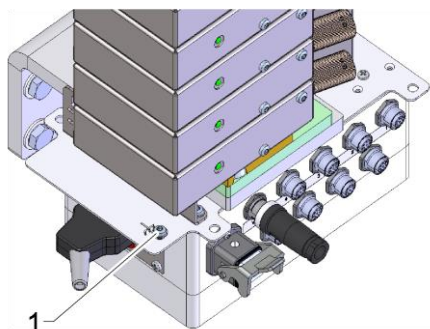

Fig. 20: Tierra funcional
(Para el punto de conexión de la tierra funcional, véase (1) Fig. 20)